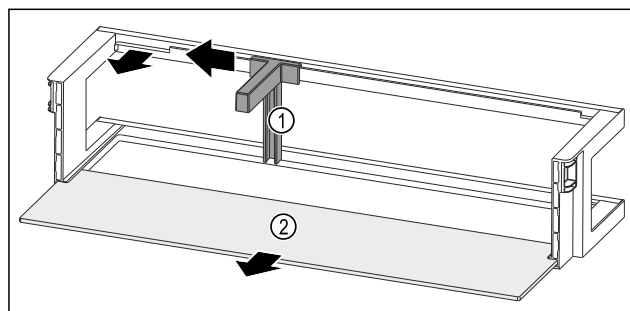

Fig. 133 Deurrek met flessenhouder en draagplateau
- Flessenhouder Fig. 133 (1) tot aan de uitsparing opzij schuiven.
- Flessenhouder Fig. 133 (1) verwijderen.
- Draagplateau Fig. 133 (2) verwijderen.